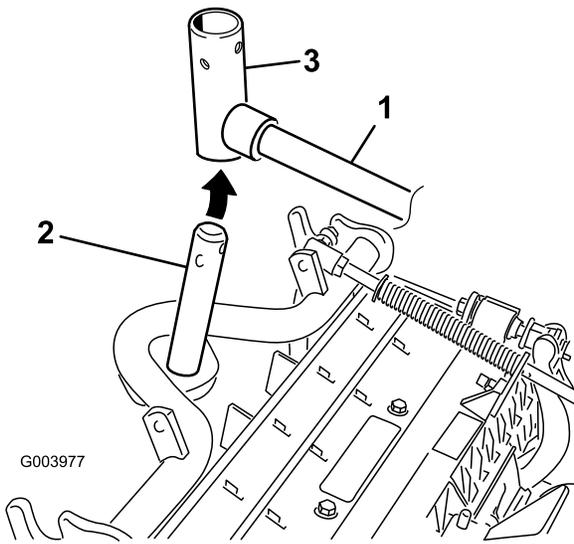

图8
7. 对于前滚刀组，把滚刀组滑到提升臂下方（图8），并将承载架轴向上插入提升臂轴轭。
B. 将提升臂轆插入承载架轴的上方（图8）。